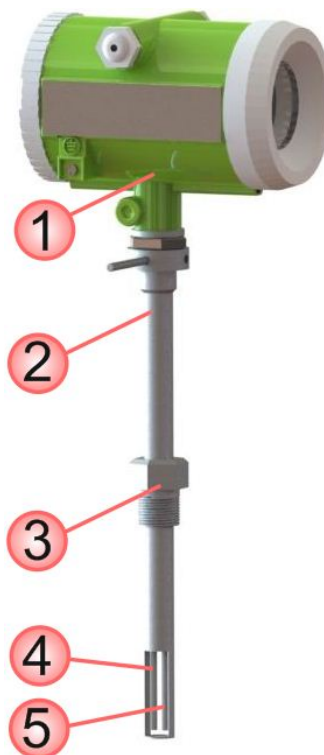

Рисунок 1.1 – Внешний вид расходомера
Расходомер состоит из электронного преобразователя (1), штанги (2) и сенсора, состоящего из нагревательного элемента (4) и датчика температуры измеряемой среды (5) (см. **рисунок 1.1**).